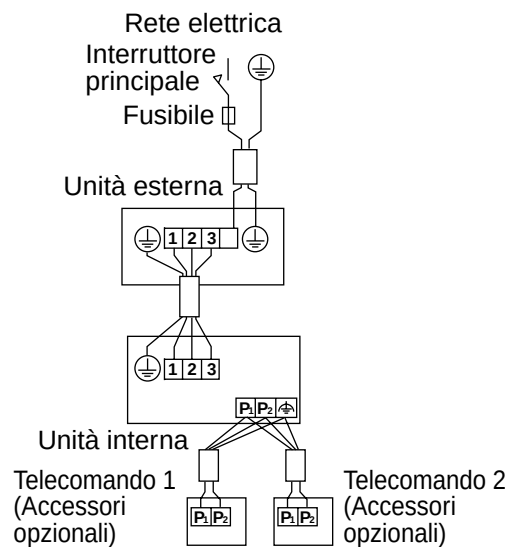

Fig. 28
- **Controllo con 2 telecomandi:** 2 telecomandi che controllano 1 unità interna. (Fare riferimento alla Fig. 28)
- (3) Rimuovere lo sportellino della cassetta degli interruttori.
- (4) **Aggiungere il telecomando 2 alla morsettiera dei telecomandi (P₁ P₂) presente nella cassetta degli interruttori. (Non vi è polarità.) (Fare riferimento alla Fig. 28 a pagina 14 e Tabella 4 a pagina 15)**